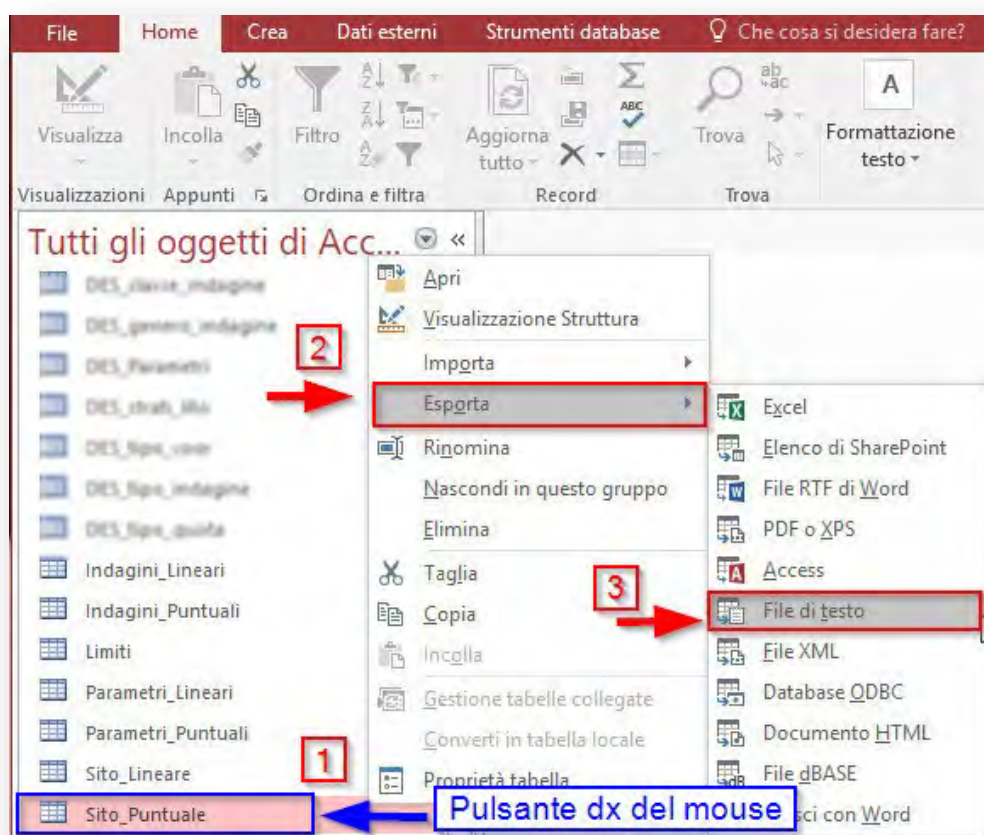

Figura 8 – Procedura d’esportazione delle tabelle del file “Cdl_Tabelle.mdb”
3. selezionare una delle tabelle di progetto (in Figura 8 è stata scelta come esempio di procedura la tabella “**Sito_Puntuale**”), premere il pulsante destro del mouse e selezionare **Esporta → File di testo**;